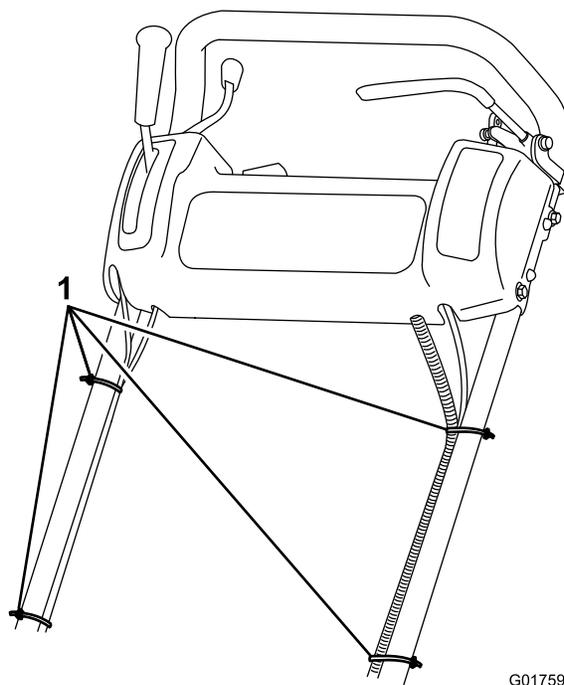

Рисунок 4
- Кабельными стяжками прикрепите тросики и жгут проводов к ручке (Рисунок 4).